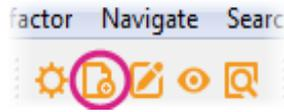

图 22 LinkIt 工具栏的构建应用工具按钮
- 1) 确认您的 LinkIt Assist 2502 开发板与您的计算机连接上，然后点击构建应用工具按钮，如图 22。